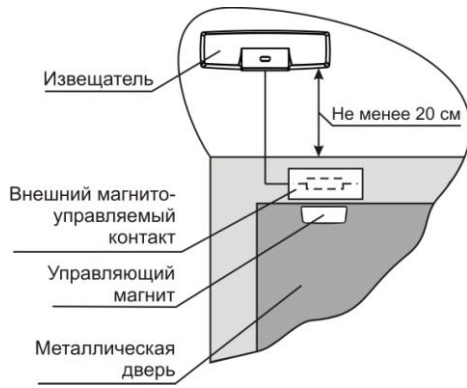

Рисунок 5
8.1.4 Вариант размещения извещателя для блокировки металлической двери (рисунок 5).